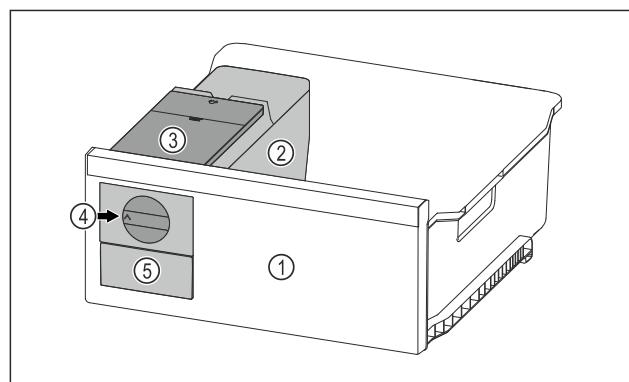

Fig. 66 Príklad zobrazenia
- ▶ Otočný gombík Fig. 66 (4) otočte v smere hodinových rúčiek až na doraz.
- ▶ Kocky ľadu vypadávajú z misky na kocky ľadu do zásuvky na kocky ľadu Fig. 66 (5).